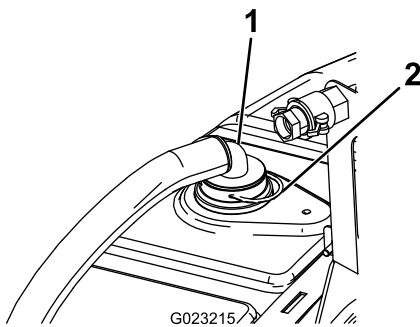

Figura 16
1. Instale el extremo de la manguera que lleva un acoplamiento de 90 grados al conector estanco que instaló anteriormente con una horquilla de retención (Figura 16).